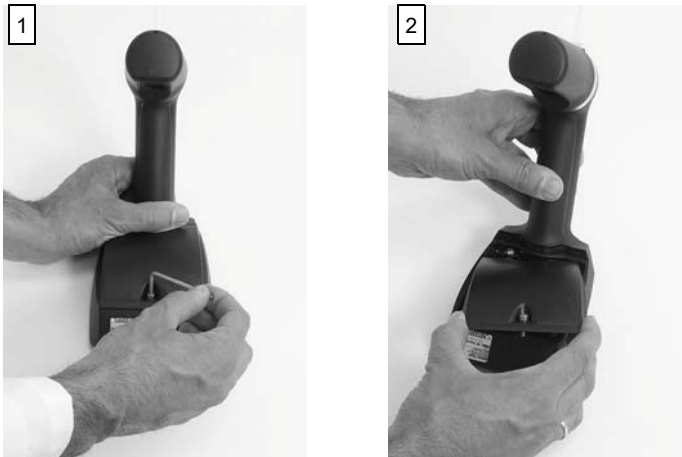

Abb. 15-1: Entfernen des Batteriefachs
1. Lösen Sie mit dem mitgelieferten Inbusschlüssel die Schraube, die das Batteriefach auf der Rückseite des Gerätedisplays festhält (siehe Abb. 15-1).